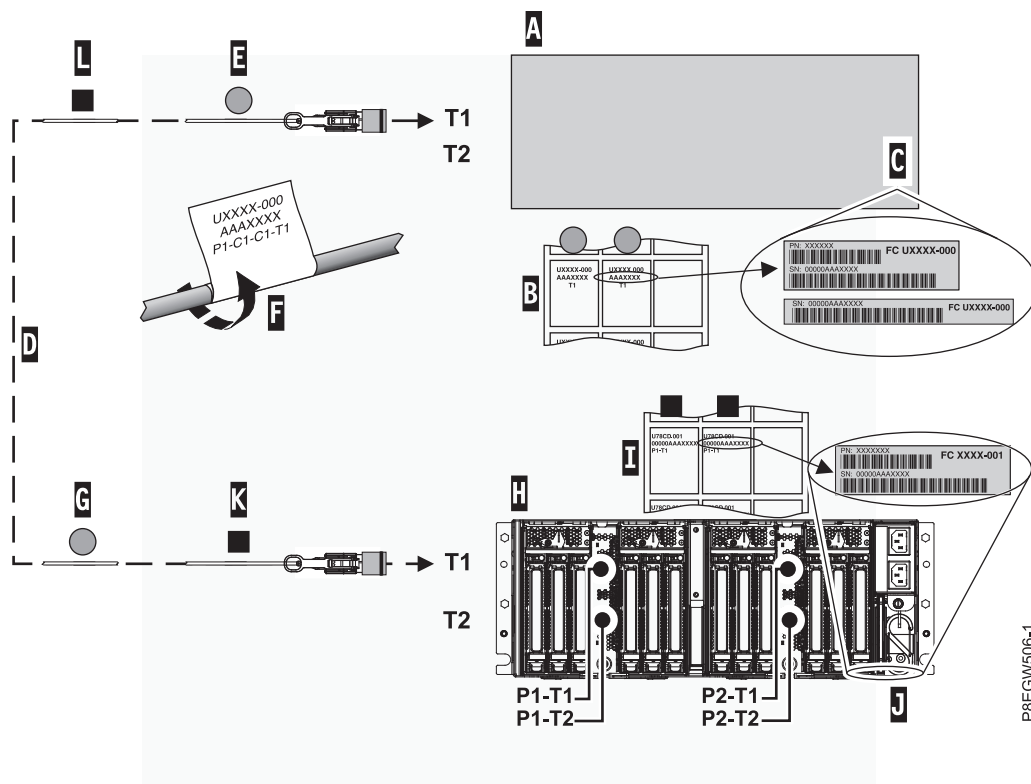

図 15. 拡張ドロワー・ケーブルのラベル付け
注: これらの手順を実行するときは、19 ページの図 15を参考にしてください。
- g. 左端の Cx-T1 ラベルをケーブルのコネクター端 **(E)** に貼り付けます。『19 ページの図 15』を参照してください。ラベルを、位置情報が見えるように、空白の端の方を先にして巻き付けます **(F)**。
- h. もう 1 枚のラベル Cx-T1 をホスト・システム・ラベル・シート **(B)** から取り、EMX0 PCIe3 拡張ドロワーに取り付けるケーブルの反対側の端に貼り付けます。ラベルは、ケーブルの端から 100 mm を超えて離して貼り付けてください **(G)**。『19 ページの図 15』を参照してください。
注: これらの手順を実行するときは、図 15を参考にしてください。
- f. 左端の Px-T1 ラベルを、ケーブルのコネクタ端 **(K)** に貼り付けます。『図 15』を参照してください。ラベルを、位置情報が見えるように、空白の端の方を先にして巻き付けます **(F)**。
- g. 拡張ドロワー・ラベル・シートから、もう 1 枚の Px-T1 ラベルを取り、ケーブルの反対側の端に、端から 100 mm を超えて離して貼り付けます **(L)**。『図 15』を参照してください。
b. EMX0 PCIe3 拡張ドロワー・シリアル番号ラベル・シート (I) を見つけます。
f. 左端の Px-T1 ラベルを、ケーブルのコネクター端 (**K**) に貼り付けます。『図 15』を参照してください。ラベルを、位置情報が見えるように、空白の端の方を先にして巻き付けます (**F**)。
g. 拡張ドロワー・ラベル・シートから、もう 1 枚の Px-T1 ラベルを取り、ケーブルの反対側の端に、端から 100 mm を超えて離して貼り付けます (L)。『図 15』を参照してください。